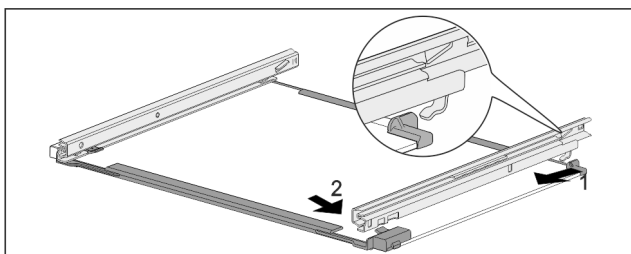

Fig. 82 Płyta szklana z szynami
- ▶ Zaczepić szynę z tyłu. Fig. 82 (1)
- ▶ Zazębnić szynę z przodu. Fig. 82 (2)